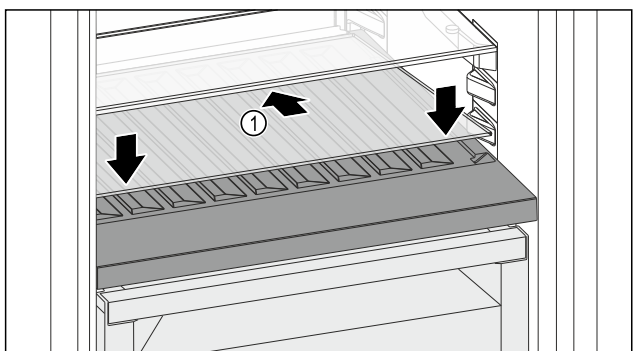

Fig. 115
- ▶ 向后下方倾斜放置玻璃隔板 Fig. 115 (1)。
- ▶ 放低玻璃隔板 Fig. 115 (1) 前部。